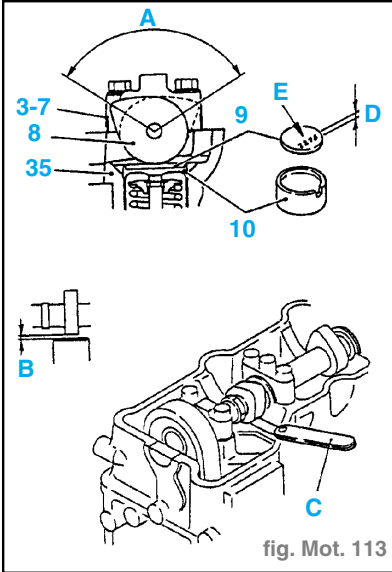

fig. Mot. 113
- Choisir l'épaisseur des cales permettant d'obtenir des jeux de soupape conforme aux valeurs prescrites et procéder à la mise en place comme suit : (fig. Mot. 113)